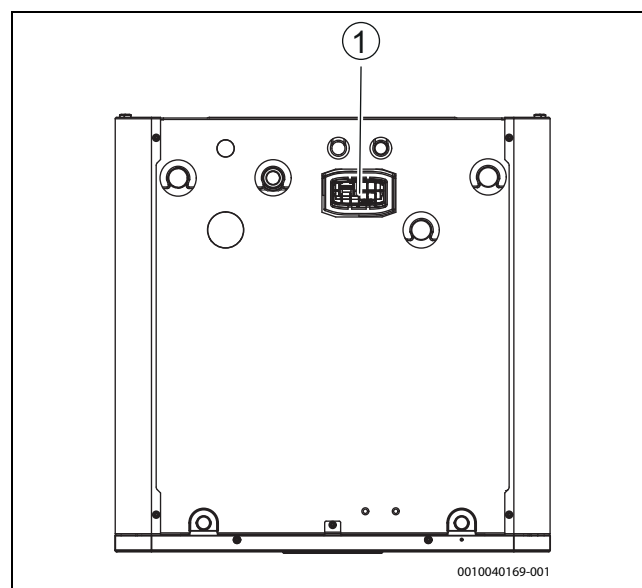

Bild 21 Funkmodul platzieren
- Modul in den Halter einsetzen (→ [1], Abbildung 21). Wenn das Modul richtig eingesetzt wurde, blinkt eine LED.